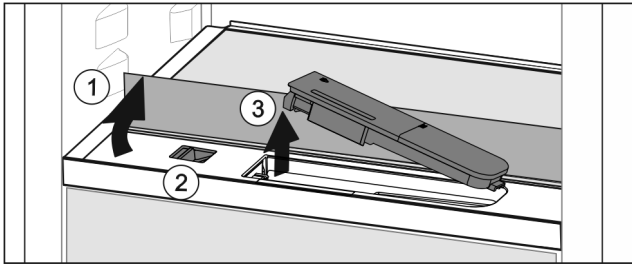

Fig. 120
- ▶ Повдигнете стъклената плоча и я завъртете до ограничителя назад Fig. 120 (1).
- ▶ Преместете плъзгача Fig. 120 (2) наляво.
- ▶ Извадете резервоара за вода Fig. 120 (3).